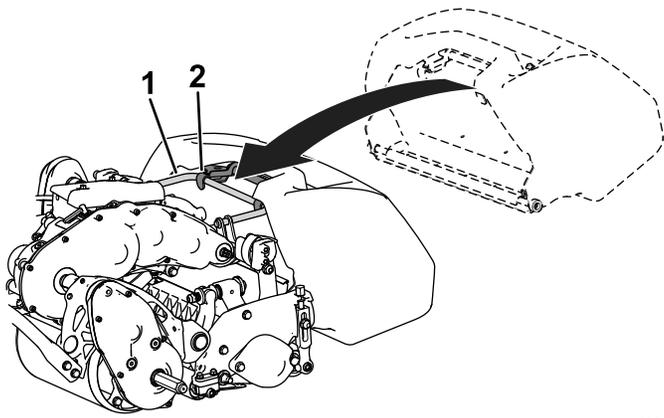

Figura 4
2. Guíe el borde del recogedor entre las placas laterales de la unidad de corte y sobre el rodillo delantero (Figura 4).
3. Instale los ganchos del recogedor sobre el reborde del bastidor (Figura 4).